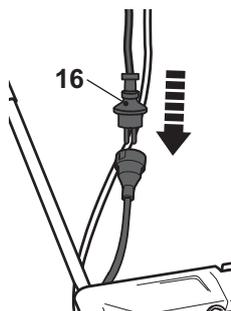

Fig.8
- > Branchez la fiche [16] à la prise de la rallonge (Fig.8, 9).